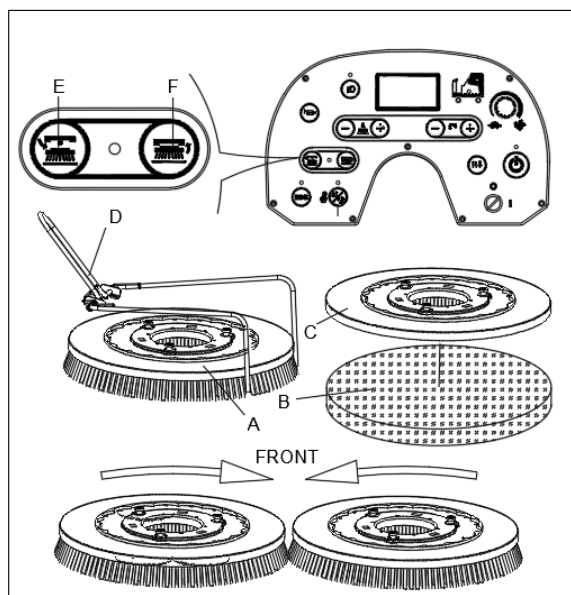

Figura 8
Instalați peria (A, Figura 8) sau suportul de lavetă (B și C, Figura 8) în funcție de tipul de podea ce urmează a fi curățată.
2. Poziționați periele (A, Figura 8) sau suporturile de lavetă (B, Figura 8) sub punte. Utilizați opritorul de instalare a periei (D, Figura 8) pentru a ajuta la găsierea poziției corecte a periei/suportului lavetei.
3. Instalați peria/suportul de lavetă apăsând butonul de activare a periei /suportului de lavetă (F, Figura 8); peria/suportul de lavetă va fi instalat(ă) automat. Direcția de rotație este indicată (Figura 8). Indicatorul luminos LED va pâlpâi.
1. Inserați cheia de contact (53, Figura 3) și rotiți-o la poziția „I”. Asigurați-vă că peria/suportul lavetei este în poziție ridicată (SUS). Îndepărtați peria/suportul de lavetă apăsând butonul de eliberare a periei /suportului de lavetă, (F, Figura 8); peria/suportul de lavetă va fi eliminat(ă) automat. Indicatorul luminos LED va fi aprins.